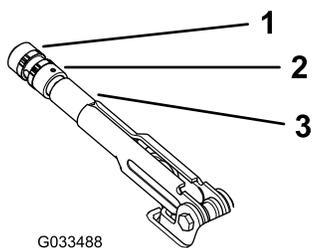

Bild 57
2. Lösen Sie die Stellschraube, mit der das Handrad am Feststellbremshebel befestigt ist (Bild 57).
- Drehen Sie das Handrad (Bild 57), bis eine Kraft von 20 kg bis 22 kg erforderlich ist, um den Hebel zu betätigen.
- Ziehen Sie die Stellschraube fest (Bild 57).